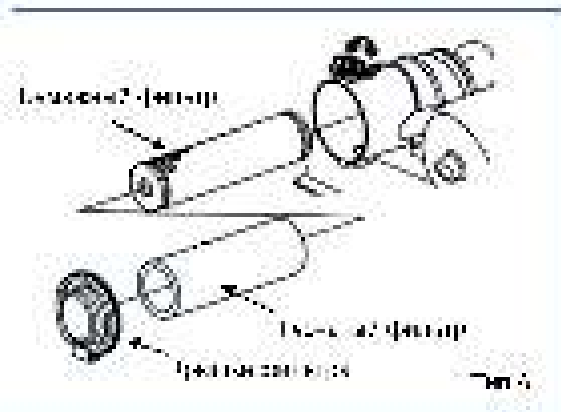

Рис. 24
8.6. Обслуживание воздушного фильтра (рис. 24 - 25).